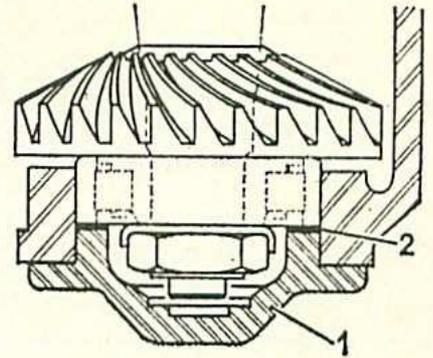

Fig. 56. — Mise en place du petit couvercle droit
- Monter, provisoirement, le petit couvercle droit (1) (fig. 56), le fixer avec ses quatre écrous.
- Coucher le carter sur le côté droit, vérifier la propreté et l'état des rondelles de réglage (2).
- Déposer le petit couvercle et retirer en (2) (fig. 56) une cale de 0,5 mm (cette cale ne sera pas remontée).